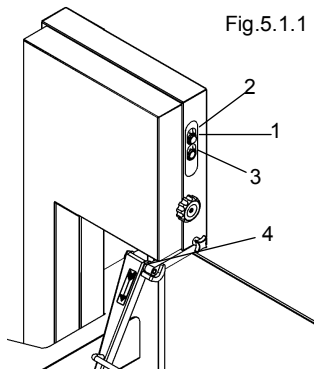

Fig.5.1.1 - Placer l'interrupteur différentiel installé en amont de la machine sur la position "1".
- Appuyer sur le bouton "1" de mise en route, et immédiatement après appuyer sur le bouton "3" d'arrêt et vérifier le sens de rotation de la lame. Le sens de rotation doit être équivalent à celui indiqué par la flèche "4" de la Fig. 5.1.1, c'est-à-dire vers la table de travail. Si le sens de rotation est inverse, débrancher l'interrupteur différentiel en le plaçant sur la position "0". De cette façon, on a débranché l'installation électrique. Inverser deux fils de courant dans la fiche et répéter la procédure de contrôle effectuée précédemment (par. 5.1).